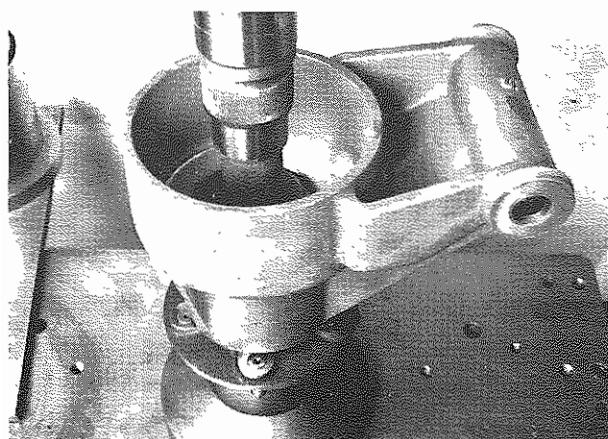

Fig. 17 - Tampone n. 7
- Montare il paragrasso con tampone n. 7 (**Fig. 17**).
- Using pad No. 7 (**Fig. 17**) assemble sealing ring.